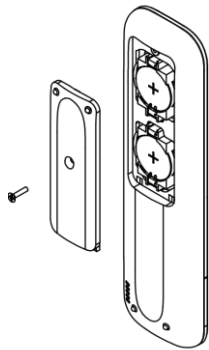

Fig. 25
1. Entfernen Sie die Batterieabdeckung der Fernbedienung mit einem Philips-Schraubenzieher (Abb. 25).